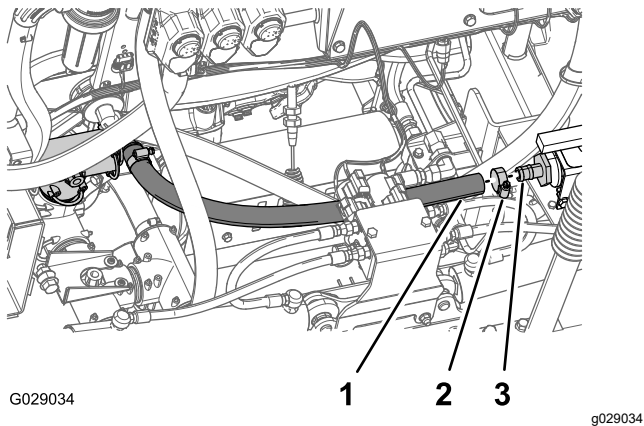

Figura 42
3. Montai capătul liber al furtunului de transfer peste fittingul inelat drept din partea interioară a supapei cu bilă (Figura 42).
4. Fixai furtunul de fittingul inelat cu ajutorul clemei pentru furtun (Figura 42).